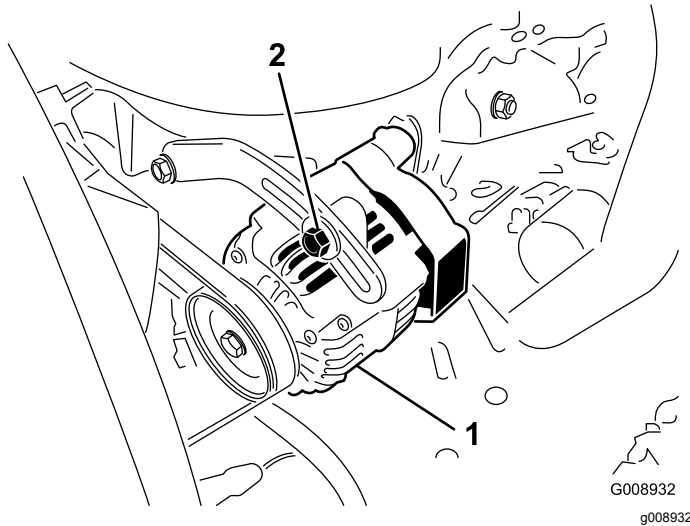

Figura 62
2. Si la desviación no es de 10 mm ($\frac{3}{8}$ "), afloje los pernos de montaje del alternador (Figura 62).